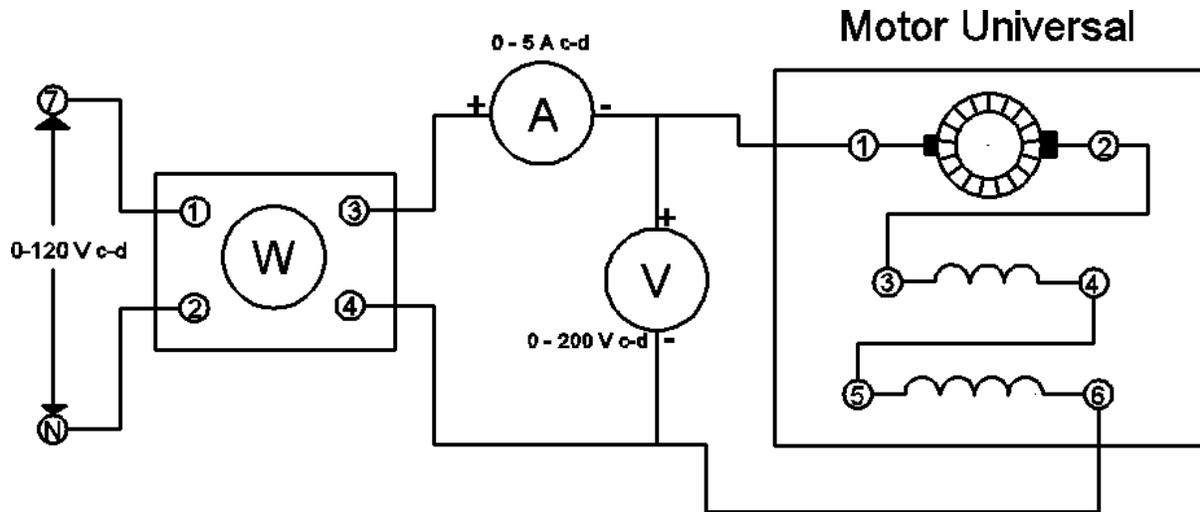

FIGURA 4
11.- Substituya el amperímetro y el voltmetro de c-a por medidores de c-d y conecte en la entrada la fuente variable de c-d, terminales 7 y N, como se observa en la figura 4.